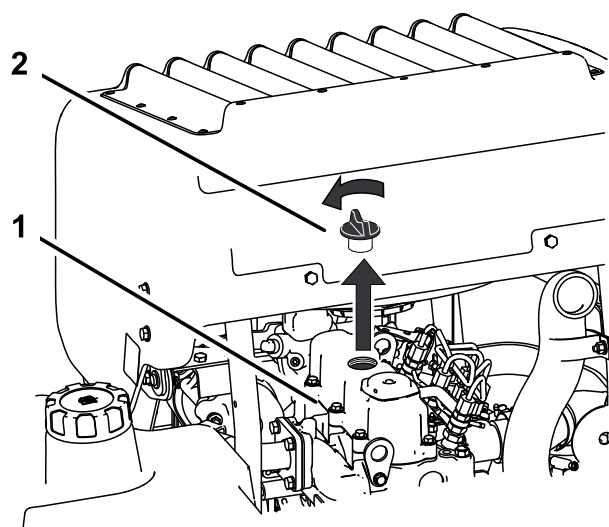

Figura 64
6. Retire el tapón de llenado de aceite de la parte superior del motor (Figura 64).
2. Retire el tapón de llenado y la varilla (Figura 64).